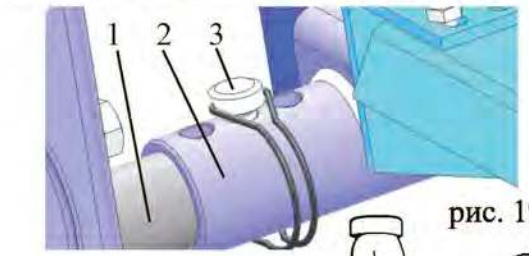

рис. 19
6. Установить щетку кронштейном (1) на штырь (2) мотоблока до совмещения отверстий кронштейна и штыря (рис.19). В отверстия вставить стопор (3) и защелкнуть скобу. При помощи пазов, отрегулируйте соосность шкивов (см. приложение 1, стр.19) щетки и мотоблока. Окончательно закрутите болты (7) ключом (рис.12). Отрегулируйте натяжение ремня. Варианты совмещения отверстий кронштейна и штыря сцепного устройства для регулировки натяжения ремня приведены в приложении 3 (стр.21).
При растяжении приводного ремня снять стопор, выдвинуть кронштейн, совместить отверстия, вставить стопор и защелкнуть скобу (рис.19).